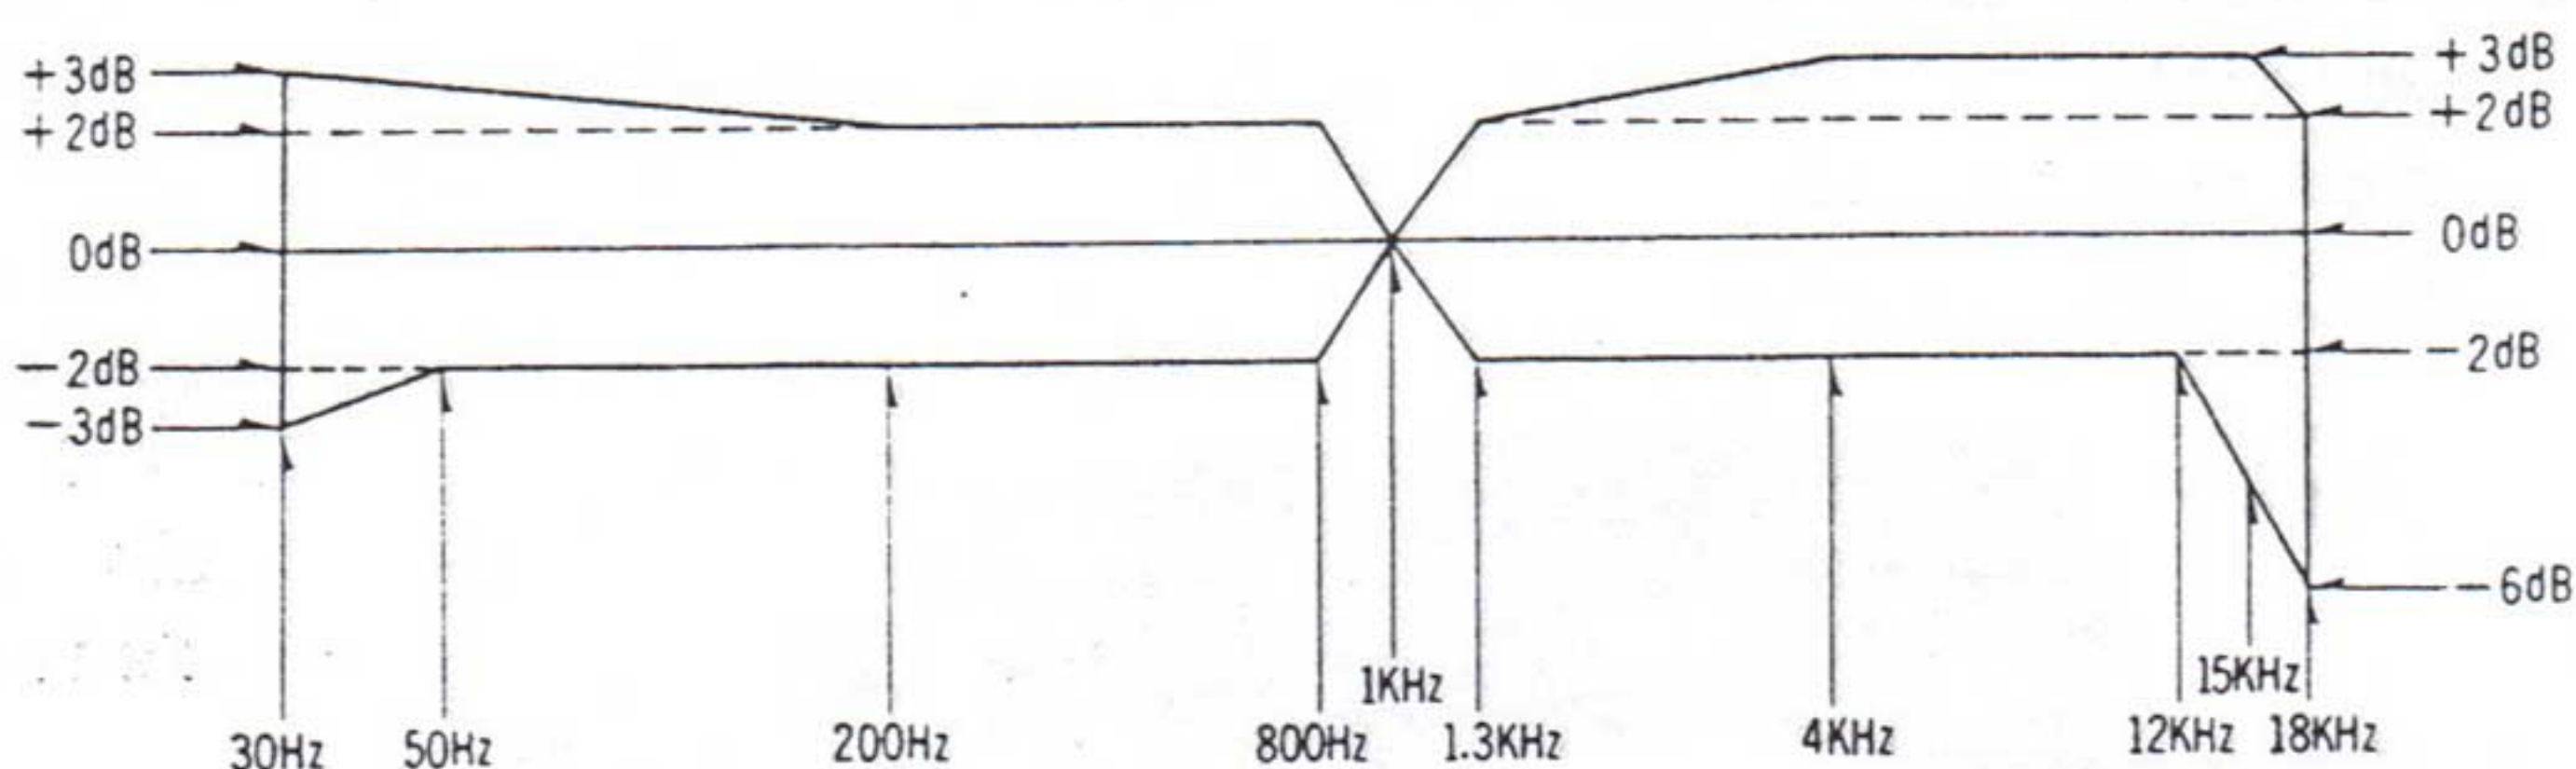

Fig. 30
9. Assurez-vous que les valeurs mesurées se situent à l'intérieur des tolérances indiquées sur la courbe de réponse globale de la figure 30.